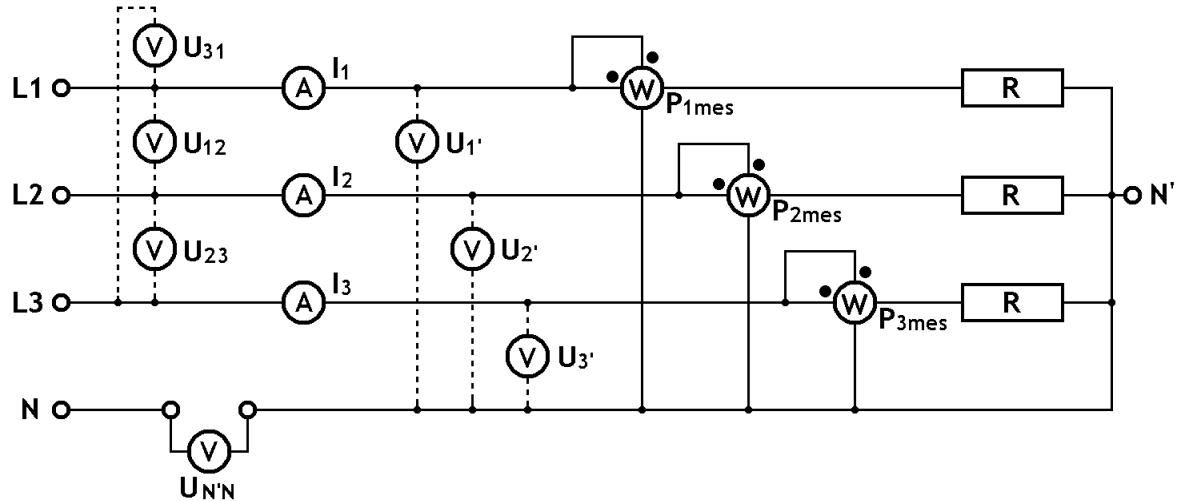

Figure 3.2 - Schéma de montage avec charges équilibrée en étoile, et avec neutre ouvert
- Réaliser le schéma de la figure 3.2 en utilisant les résistances réglées à  $65 \Omega$ .